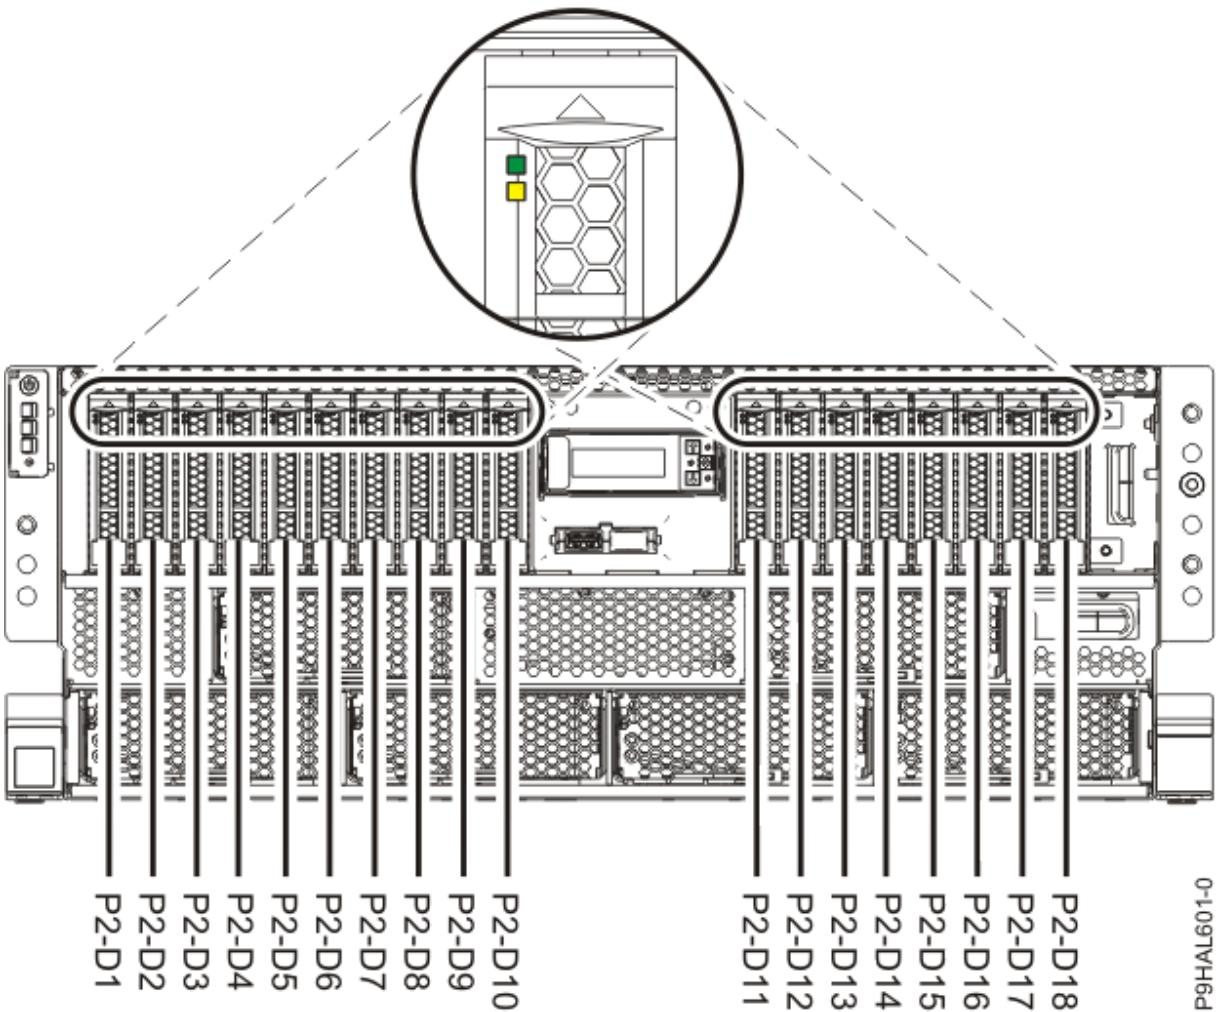
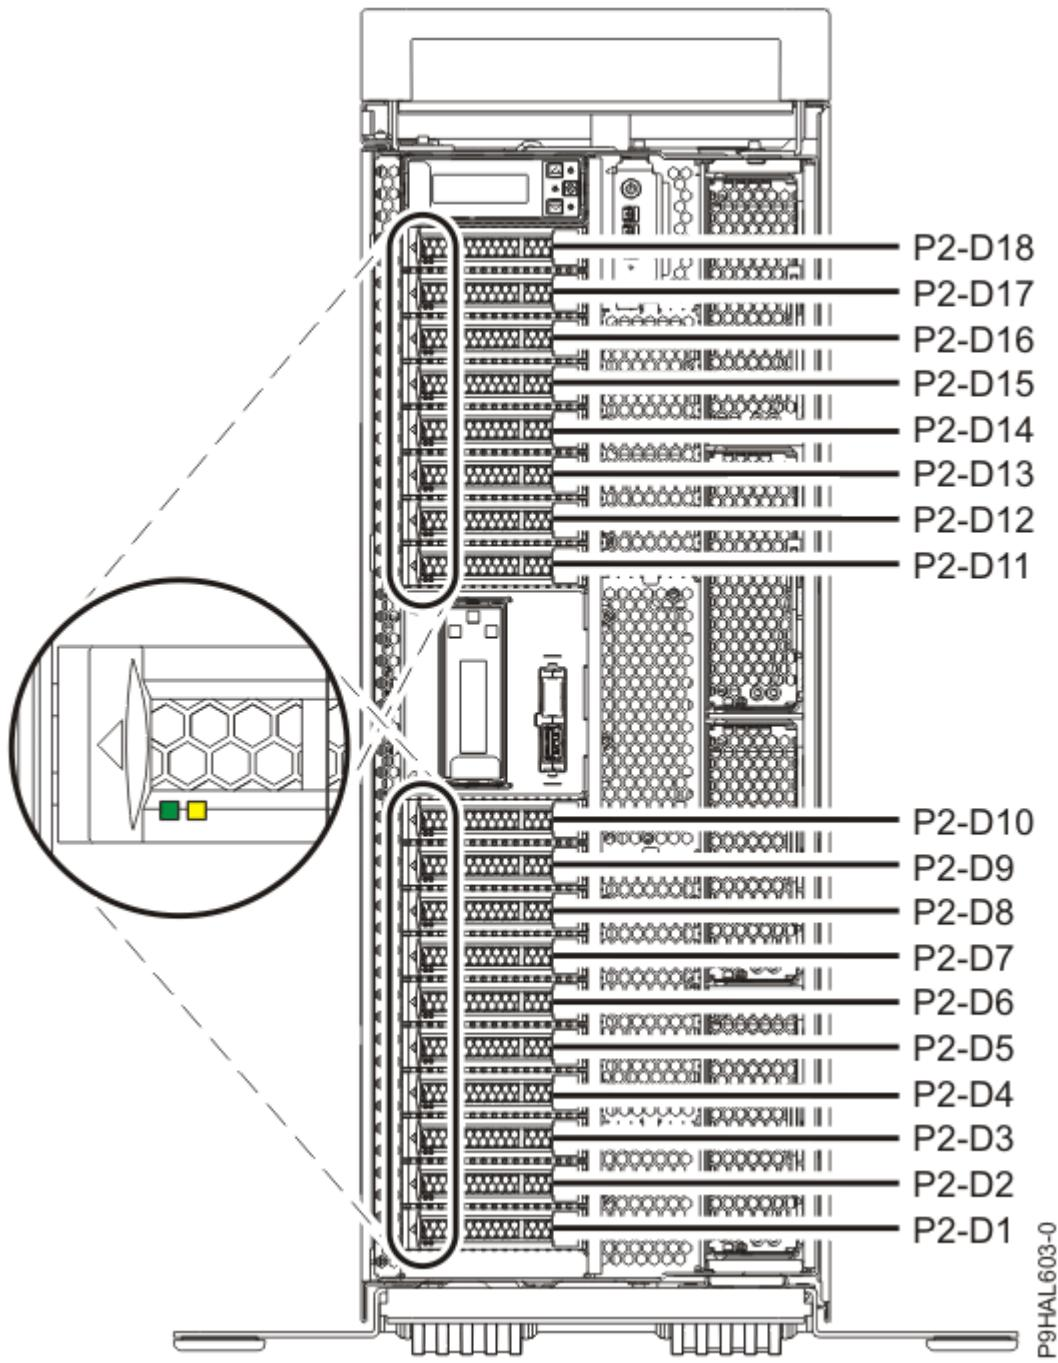

図 13. ラック・マウント型 9009-41A、9009-41G、9009-42A、9009-42G、9223-42H、または 9223-42S システムのディスク・ドライブまたはソリッド・ステート・ドライブおよびサービス・インジケーターの位置
図 14. スタンドアロン型の 9009-41A システムまたは 9009-41G システムのディスク・ドライブまたはソリッド・ステート・ドライブおよびサービス・インジケーターの位置
- 25 ページの図 13 および 26 ページの図 14 は、ラック・マウント型システムおよびスタンドアロン・システムのディスク・ドライブまたはソリッド・ステート・ドライブ、およびサービス・インジケーターの位置を示しています。